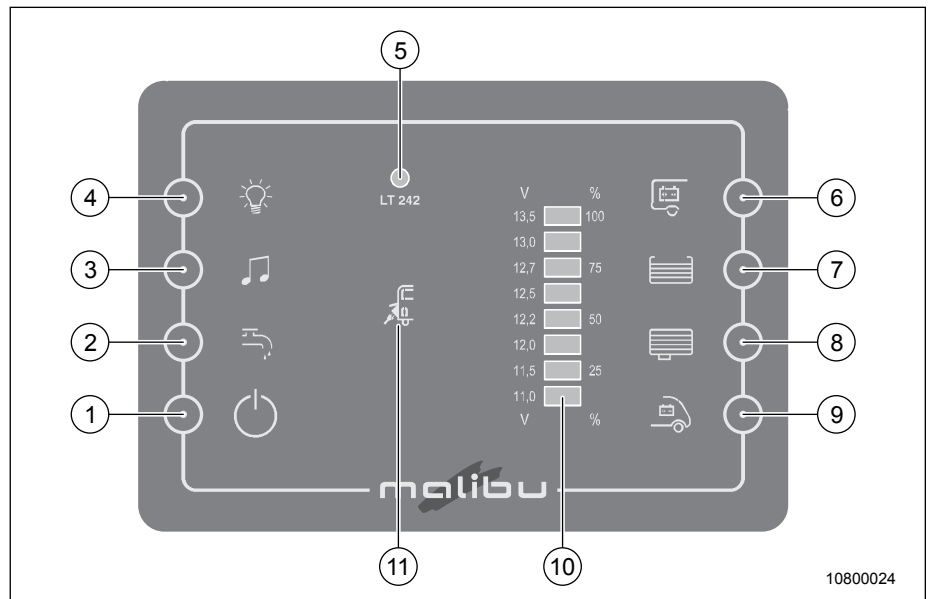

Fig. 89 Panneau de commande
6. Vérifier le bon fonctionnement sur le panneau de contrôle (Fig. 89).
→ Le capteur de l'éclairage d'ambiance (Fig. 89, Pos. 5) permet d'afficher en tamisé les affichages sur le panneau de contrôle en fonction de l'éclairage d'ambiance. Pour empêcher toute lumière intrusive du panneau de contrôle la nuit, les éléments d'éclairage émettent une lumière plus faible, plus l'environnement est noir.
Le capteur « Interrupteur principal » 12 V (Fig. 89, Pos. 1) active et désactive l'alimentation 12 V de l'habitacle.
En appuyant sur les capteurs (Fig. 89, Pos. 7 et 8) sur le panneau de contrôle on peut consulter le niveau de remplissage du réservoir d'eau fraîche et des eaux usées.
Les niveaux de remplissage sont affichés sur l'échelle (Fig. 89, Pos. 10) sous forme de quatre niveaux (%).